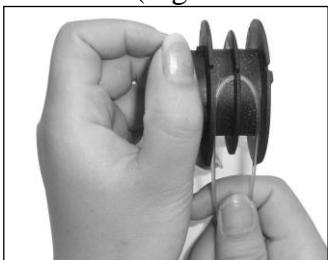

Figure 4C
3. Au lieu de l'ancienne corde, insérer la nouvelle corde de 1.6 mm au cycle central dans la bobine (Figure 4C & 4D).